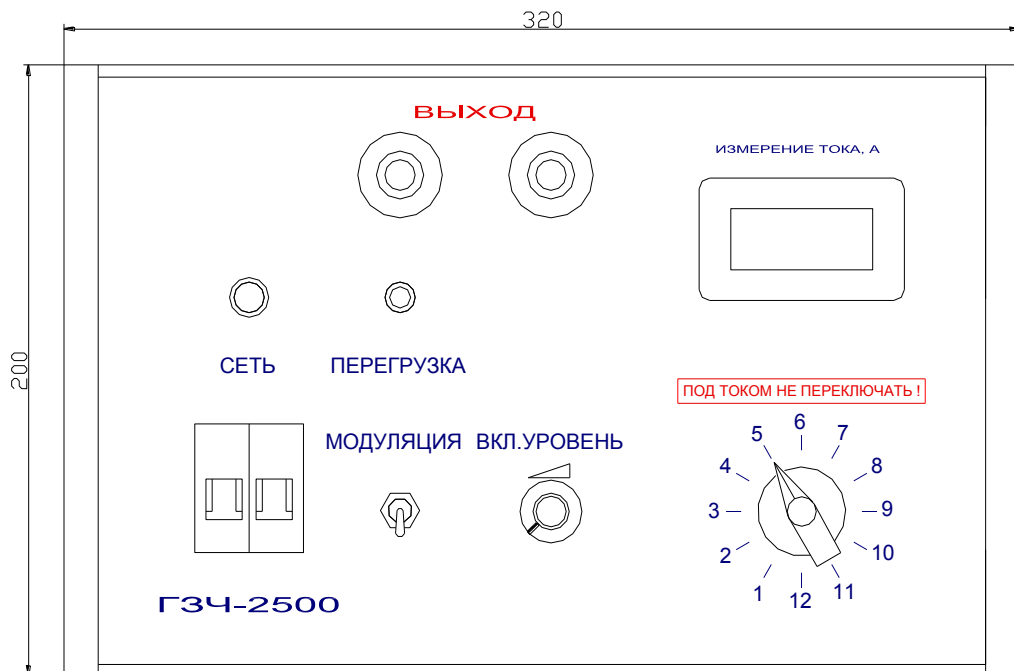

Рис.1. Генератор ГЗЧ-2500. Вид лицевой панели.
4.2. Конструктивно генератор выполнен в корпусе типа «НАДЕЛ» (см. рис.1).